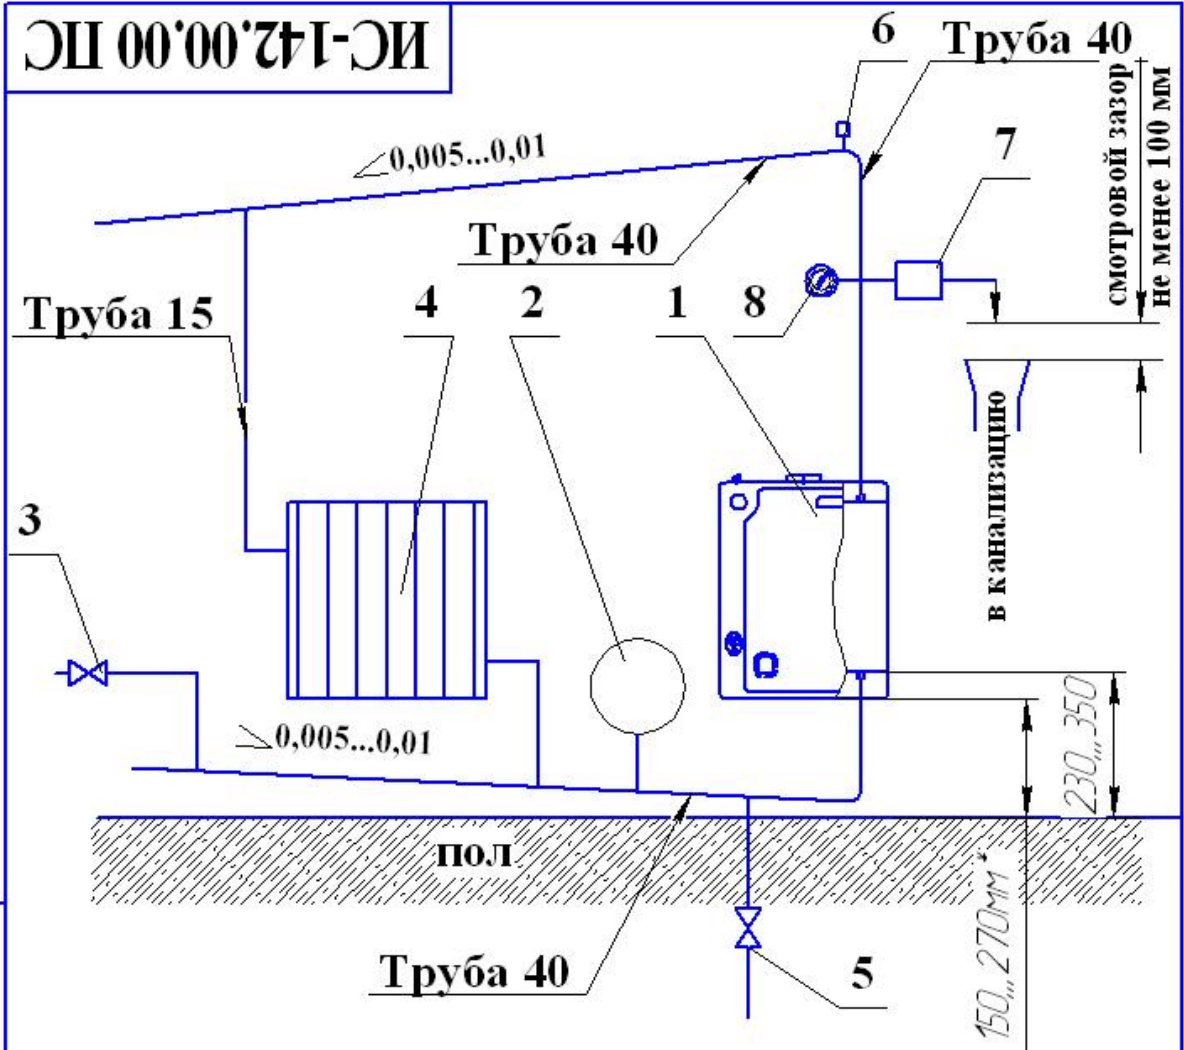

Рис.6 Рекомендуемая схема разводки закрытой отопительной гравитационной системы.
- Варианты схем систем отопления показаны на рис. 6, 7, 8.
**ПРИМЕЧАНИЕ.** Для закрытых отопительных систем наполнительное давление воды в системе при температуре воды 20°C должно быть на 20 кПа больше минимального давления, обозначенного на манометре поз.8 (см. рис. 6, 7, 8) специалистом, вводящим систему в работу.
5) при закрытой отопительной системе контролировать давление в системе по манометру поз.8 (см. рис.6, 7, 8), при необходимости отрегулировать давление в системе в пределах рабочего поля, обозначенного на манометре специалистом, вводящим систему в работу, в зависимости от температуры отопительной воды в системе в данный момент добавлением или сливом воды.